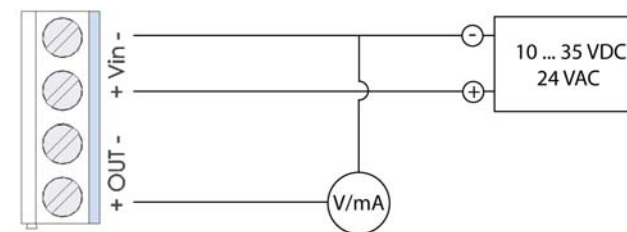

図3 線式の結線
- **3 線出力:** 図 3 を参照。出力の種類によって必要な電源電圧を供給します。